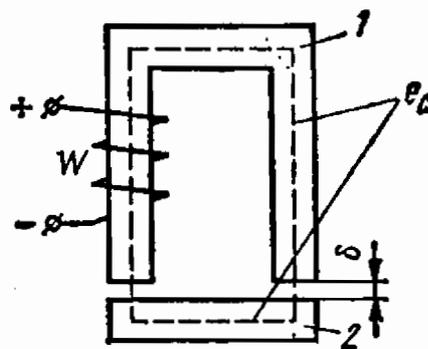

Рис. 9.21
9.21. Магнитопровод 1 и ярмо 2 электромагнита (рис. 9.21) выполнены из стали одинакового сечения $S_c = 2,5$ см² и имеют суммарную длину $l_c = 0,3$ м. Определить силу F , с которой ярмо притягивается к магнитопроводу, если ток в обмотке $I = 1,8$ А, число витков обмотки $w = 110$, длина воздушного зазора $\delta = 0,025$ мм. Магнитная характеристика стали задана в табл. 9.6.